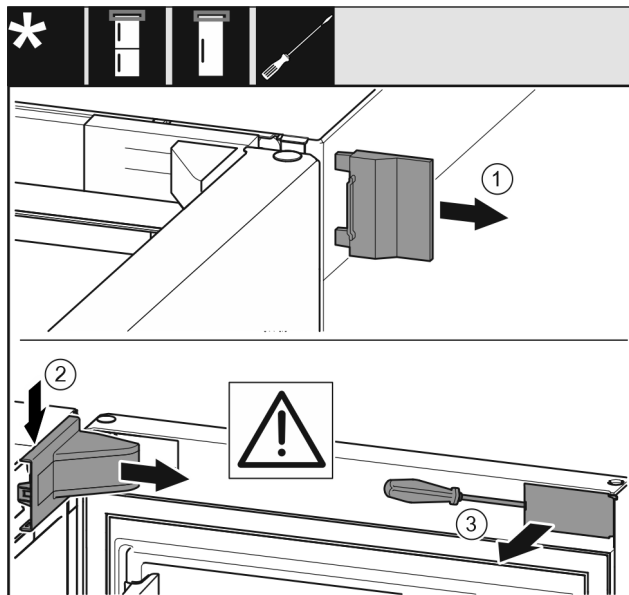

Fig. 12 *
- ▶ Sejměte vnější kryt Fig. 12 (1).*
- ▶ Kryt stojanu ložiska Fig. 12 (2) uvolněte ze západek a vyjměte.*
- ▶ Plochým šroubovákem vyjměte záslepku Fig. 12 (3) a otočte ji ke straně.*